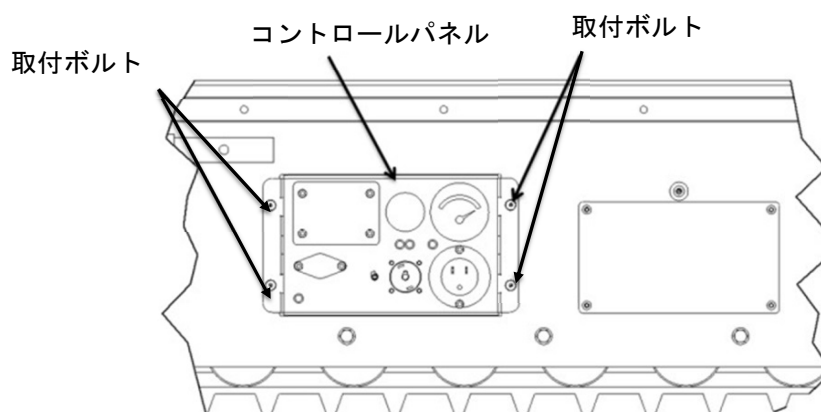

図21. コントロールパネルの取付ボルト位置
4. コントロールパネルを取り外す。プラットフォームに固定されている4本の取付ボルトを取り外した後、内部でコントロールパネルに繋がっているコネクタを外す。(図21参照)